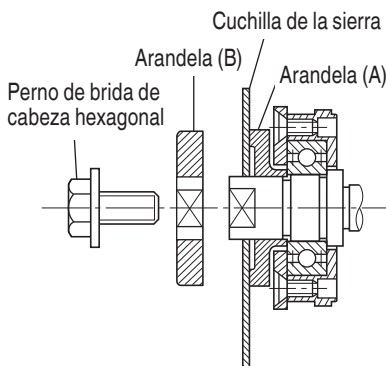

Fig. 12
2. Montaje de la cuchilla de la sierra (Fig. 12)
- (1) Quite completamente las virutas que se hayan acumulado en el husillo, perno y arandela.
- (2) Para montar la cuchilla de la sierra, los lados cóncavos de ambas arandelas, (A) y (B), deberán colocarse en los lados de la cuchilla de la sierra. Monte la cuchilla de la sierra en el husillo y fije finalmente la arandela (B) (consulte la Fig. 12).
- (3) Para asegurar una dirección de giro apropiada de la cuchilla de sierra, la dirección de la flecha de la cuchilla de la sierra deberá coincidir con la dirección de la flecha de la cubierta de la cuchilla.
- (4) Utilizando los dedos, apriete todo lo posible el perno hexagonal que retiene la cuchilla de la sierra. Y luego presione la palanca de bloqueo, bloquee el husillo y apriete a fondo el perno.
- (5) Confirme que la palanca de bloqueo esté en la posición original.